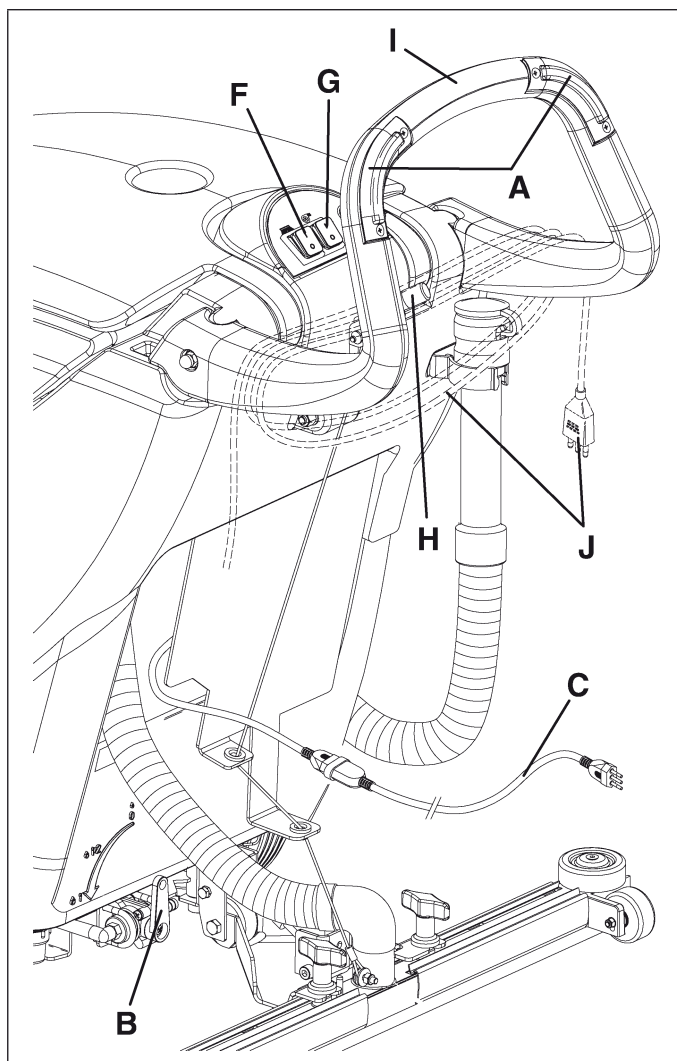

Figure 10
2. Teniendo ambas las manos sobre el manillar (I, Fig. 10), maniobrar la máquina y empezar el trabajo de lavado/secamiento del suelo.
Para evitar que el suelo se dañe: no utilizar el cepillo/filtro en seco cuando la máquina está parada, para la rotación del cepillo soltando los interruptores (A, Fig. 10).
Antes de levantar el cepillo/filtro, parar su rotación soltando los interruptores (A, Fig. 10).
3. Si necesario, cambiar la cantidad de solución detergente que llega al cepillo/filtro mediante la palanca (B, Fig. 10).
1. Poner los interruptores de rotación del cepillo y de aspiración (F y G, Fig. 10) en posición "0".
2. Desconectar el enchufe del cable de alimentación (C, Fig. 10) de la red eléctrica. Envolver el cable de alimentación alrededor del manillar, en posición (J).
3. Levantar la boquilla girando completamente la palanca (H, Fig. 10) hacia arriba.